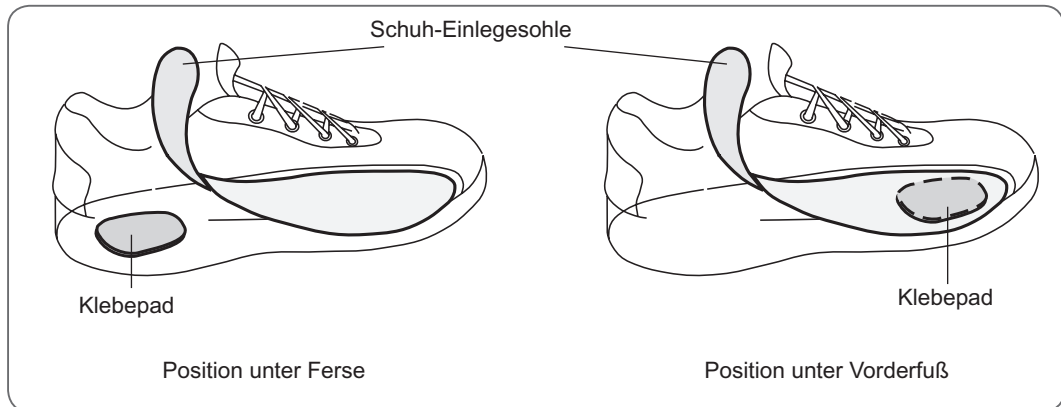

Abbildung 6-5: Platzierung des Klebepads
2. Befestigen Sie ein Klebepad unter der Einlegesohle an der vom Experten festgelegten Stelle. (Siehe Abbildung 6-5.)